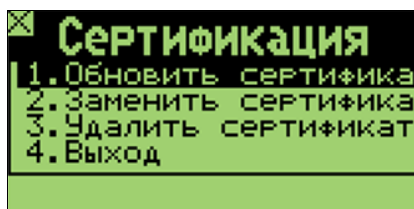

Рис. 5. Вид меню «Сертификация» (сертификат есть)
2. В меню «НАСТР. ПОДКЛЮЧ.» выберите пункт «Сертификация». Откроется окно «Сертификация». Если на терминале уже имеется рабочий сертификат, меню «Сертификация» будет иметь вид, приведённый на Рис. 5.
После успешной загрузки сертификата вид меню «**Сертификация**» изменится (см. Рис. 5).